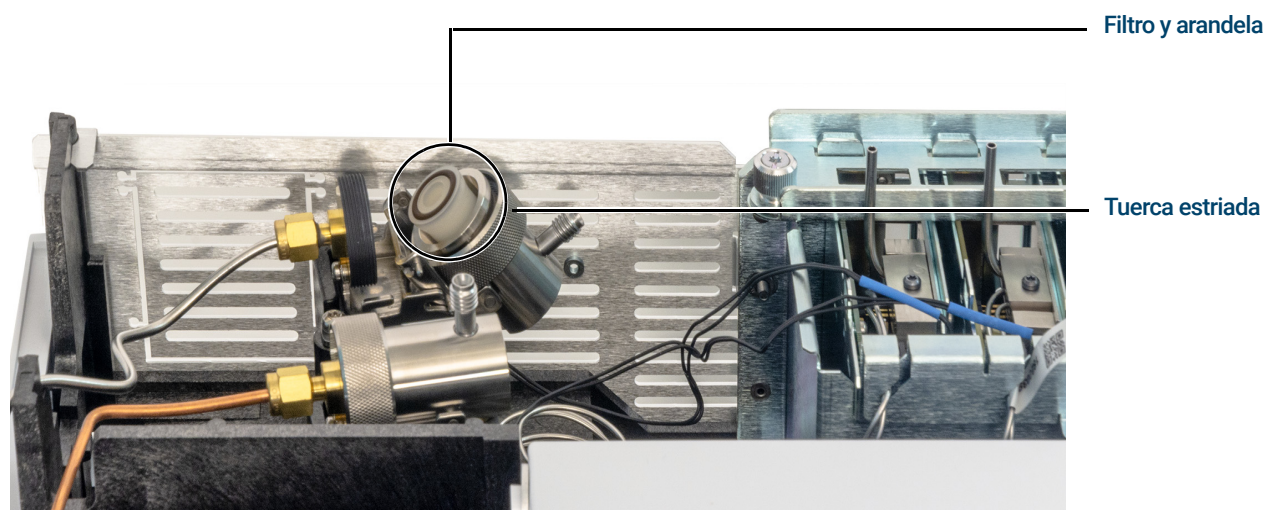

Figura 8. Deslice el conjunto de la trampa para dejar al descubierto el filtro
- 5 Deslice hacia atrás el conjunto de la trampa del soporte de montaje guiado e inclínelo hacia arriba para dejar al descubierto el filtro como se muestra en la **Figura 8**.